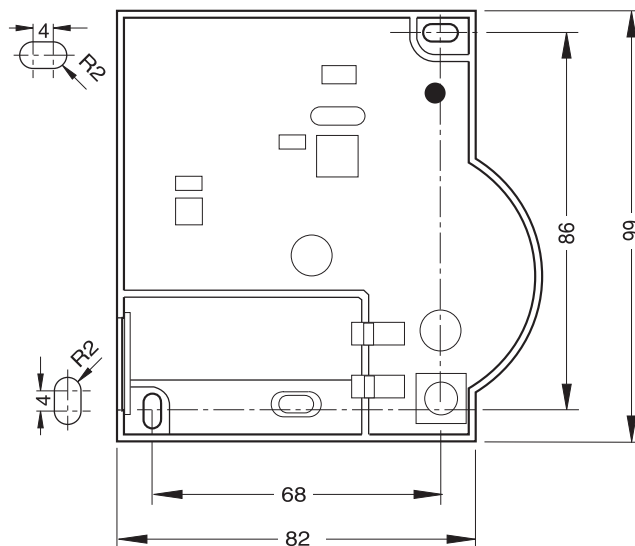

Fig. 12: Schéma de perçage (in mm)
- ▶ Repérer les trous de perçage (voir Fig. 12).